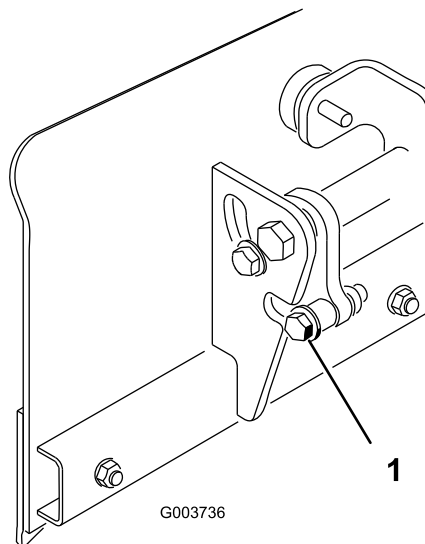

Figura 4
2. Rimuovete il bullone d'arresto posteriore, la rondella e il distanziale su ciascun lato della pala (Figura 4). Conservate i componenti per un montaggio successivo.